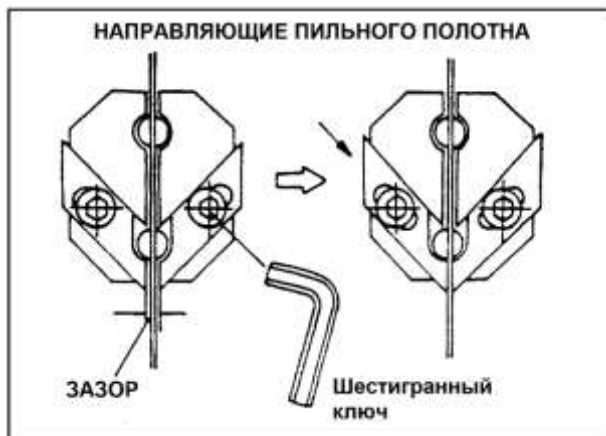

Рис. 9.
- Ослабьте винты с внутренним шестигранником (Рис. 9) на направляющих полотна.
- Затяните винты (Рис. 9).